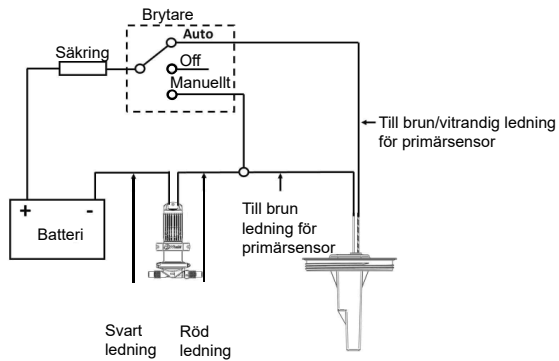
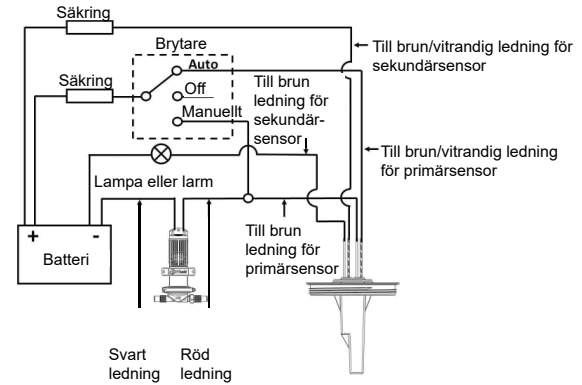

Fig. 1A Kabelldiagram – för enkelsensormodeller
Fig. 1B Kabelldiagram – för dubbelsensormodeller
- VARNING:** installationen får utföras endast av behörig elektriker. Felaktig kabeldragning kan orsaka brand med personskada eller dödsfall till följd. Den föreslagna kabeldragningsinformationen lämnas endast som en orientering (fig. 1A och fig. 1B) och kabeldragningen måste överensstämma med tillämpliga elstandarder. Säkringar eller strömbrytare av lämplig dimension måste installeras.
Kabeldragning: se fig. 1A eller fig. 1B. För AK1006 och AK1007 se även Figur 1C.
| | Felaktig kabeldragning | Kontrollera kablagen, fig. 1A / 1B |